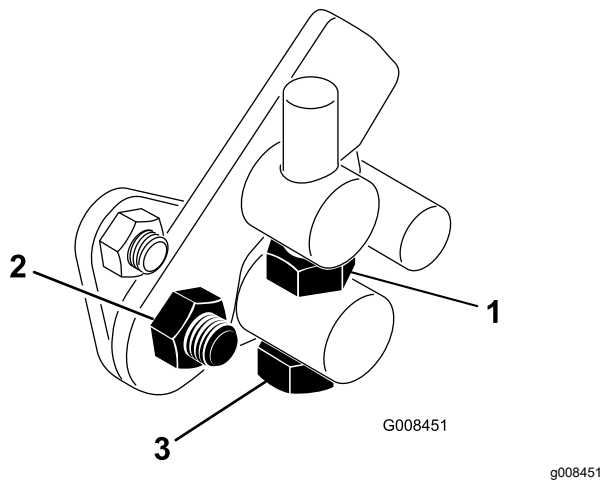

図 43
- トラニオンボルトのジャムナットをゆるめる図 43。
4. トラニオンボルトのジャムナット、およびペダルピボットのナットを締め付けて調整を固定する 図 43。調整を確認し、必要に応じて再調整する。